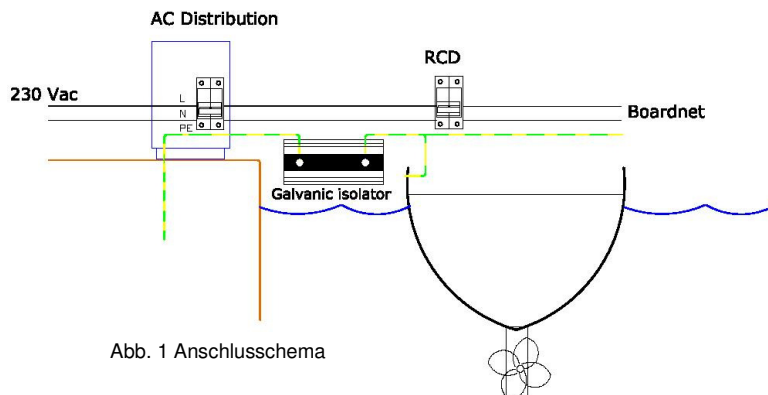

Abb. 1 Anschlusschema
- 2.3. Schließen Sie den galvanischen Isolator in der grün-gelben Erdleitung entsprechend der Abb. 1 an.